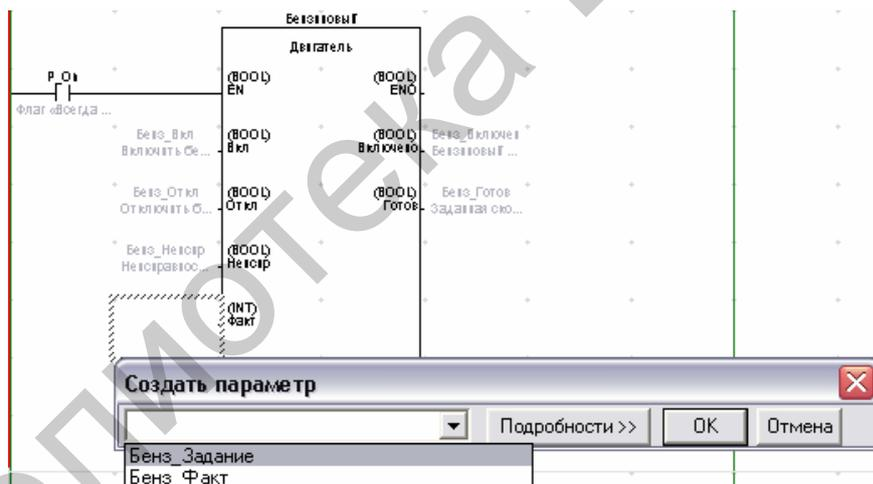

Рисунок 4.6 – Процедура вызова экземпляра FB «Двигатель»
12. Перед каждым из входов и выходов вставить параметры созданного экземпляра FB. Для этого необходимо подвести курсор к ячейке, расположенной напротив слева или справа соответственно входа или выхода, нажать левую кнопку мыши и в выпадающем списке (рисунок 4.6) выбрать необходимое символьное имя параметра.